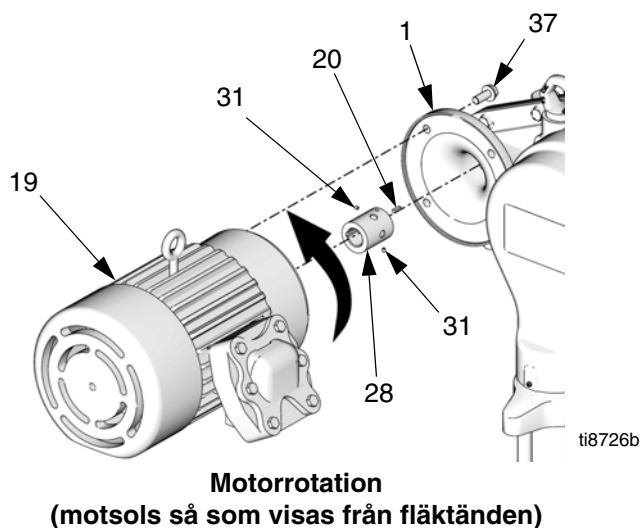
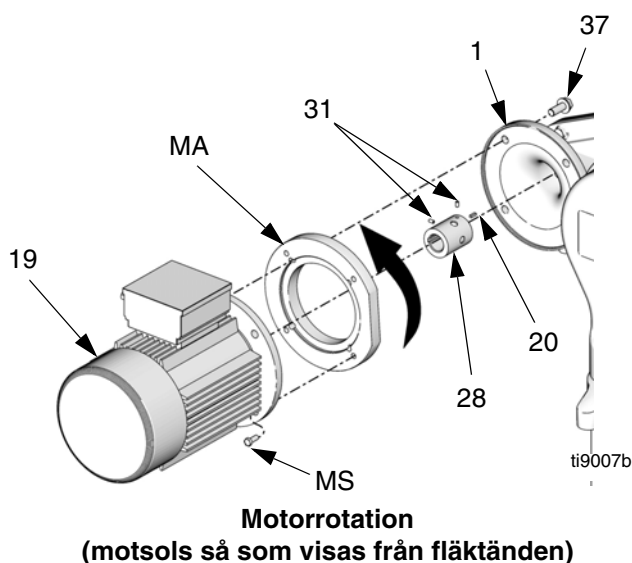

FIG. 20. Alla elmotorer med NEMA 182/184 TC-ram
FIG. 21. Motorer med IEC 112M/B5 och 100L/B5-ram
ANM: Se FIG. 20 för alla elmotorer med NEMA 182/184 TC-ram. Se FIG. 21 för elmotorer med IEC 112M/B5 och 100L/B5-ram.
ANM: Vid installation av en elmotor med IEC 112M/B5 eller 100L/B5-ram måste man kontrollera att motoradaptern (MA) och skruvarna (MS) är på plats innan motorn monteras på reduktionsväxeln. Se FIG. 21.